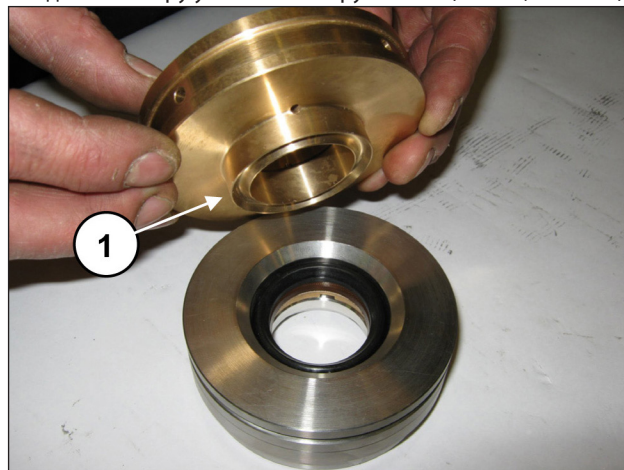

Рис. 185
Соедините опору уплотнений с рубашкой (поз. ①, Рис. 185).